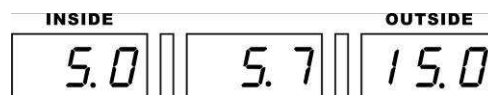

Fig 13
- Reinicie a escala de medição automática, o painel de controle exibirá os dados medidos atuais e um valor "a" e um valor "d" serão automaticamente medidos e exibidos como mostrado na Fig. 13.